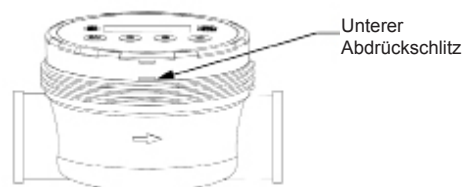

Abb. 7
3. Einen Flachklingenschraubendreher in den unteren Schlitz (siehe Abb. 7) einsetzen und die Zählerabdeckung (Teil 6) nach oben drücken.